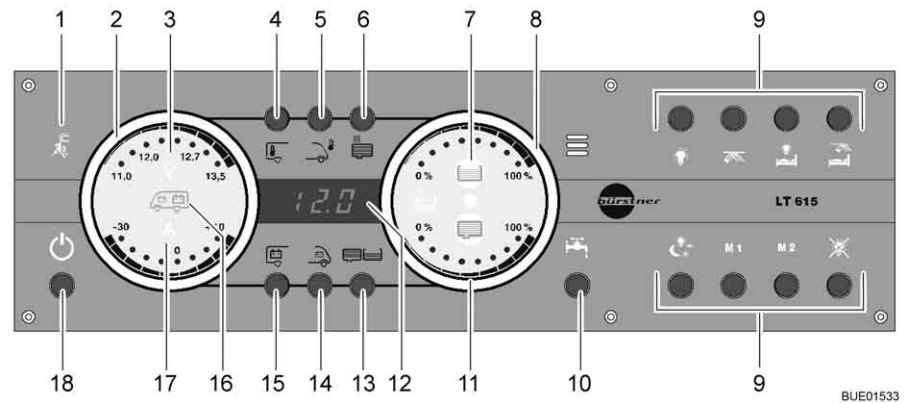

Fig. 159 Panel LT 615
Se enciende la luz de control de 230 V (Fig. 159,1) cuando hay tensión de red en la entrada del bloque eléctrico. Las baterías son cargadas.
El interruptor principal de 12 V (Fig. 159,18) conecta y desconecta el panel y la alimentación de 12 V del habitáculo.
- Pulsar la tecla de la alimentación de 12 V (Fig. 159,18) brevemente. La alimentación de 12 V del habitáculo está conectada. La visualización de control "12 V" está encendida.
- ▷ En caso de que después de la conexión parpadeen tanto el LED "11,0" de la visualización de voltios así como el símbolo Voltios "V" (Fig. 159,3) en el instrumento indicador Baterías (Fig. 159,2), será demasiado baja la tensión de la batería del habitáculo. Cargar la batería.
- ▷ En caso de que después de la conexión parpadeen tres veces la visualización de control 12 V y el símbolo Voltios V (Fig. 159,3), estará activada la separación de batería. Desactivar la separación de batería.
- ▷ Si está desconectado el panel y está parpadeando de color rojo el símbolo "V" (Fig. 159,3), estará descargada la batería. Entonces, para proteger la batería de una descarga completa, no será posible conectar el panel. Cargar la batería lo más rápidamente posible.
- Pulsar la tecla de la alimentación de 12 V (Fig. 159,18) brevemente. La alimentación de 12 V del habitáculo está desconectada. La visualización de control "Alimentación de 12 V" se apagará.
- Pulsar la tecla Batería del habitáculo (Fig. 159,15) y mantenerla pulsada aprox. 10 segundos. El símbolo Voltios "V" (Fig. 159,3) y la visualización de control "12 V" parpadearán tres veces. La batería del habitáculo está separada de la red de a bordo de 12 V.
- Pulsar la tecla de la alimentación de 12 V (Fig. 159,18) y mantenerla pulsada aprox. 5 segundos. El símbolo Voltios "V" (Fig. 159,3) y la visualización de control "12 V" parpadearán tres veces. La batería del habitáculo está conectada a la red de a bordo de 12 V. La visualización de control estará encendida durante aprox. 5 segundos.
- Pulsar la tecla Batería del habitáculo (Fig. 159,15). El símbolo Voltios "V" (Fig. 159,3) estará encendido. Según la carga o la descarga, el símbolo Amperios "A" (Fig. 159,17) estará iluminado de color blanco o rojo. La tensión de la batería y la corriente de la batería del habitáculo se visualizan a través de LEDs en el instrumento indicador. La capacidad restante de la batería del habitáculo se visualiza en el display en un tanto por ciento.
- Pulsar la tecla Batería del motor de arranque (Fig. 159,14). El símbolo Voltios "V" (Fig. 159,3) estará encendido. La tensión de la batería del motor de arranque es visualizada a través de LEDs en el instrumento indicador.
- Pulsar la tecla Depósitos (Fig. 159,13). Los símbolos Depósito de agua (Fig. 159,7) y Depósito de aguas residuales (Fig. 159,11) estarán encendidos. Los niveles de llenado del depósito de agua (escala superior) y del depósito de aguas residuales (escala inferior) serán visualizados a través de LEDs en el instrumento indicador.
El símbolo Depósito de agua (Fig. 159,7) o el símbolo Depósito de aguas residuales (Fig. 159,11) parpadeará si el depósito de agua está vacío o el depósito de aguas residuales está lleno.
A través del visualizador digital (Fig. 159,12) es posible visualizar la temperatura interior y la temperatura exterior en °C.
- Pulsar la tecla Temperatura interior (Fig. 159,4). Indica la temperatura interior.